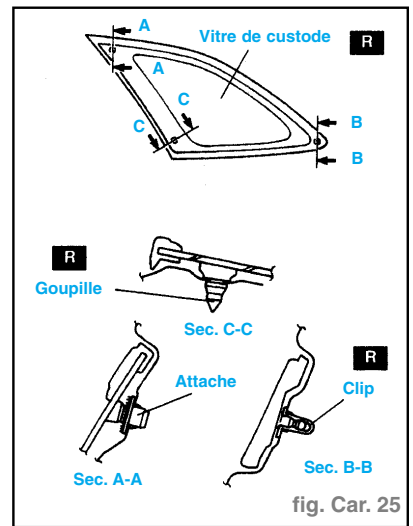

fig. Car. 25
- Tirer la vitre de custode et dégager l'attache, la goupille et le clip. (fig. Car. 25)